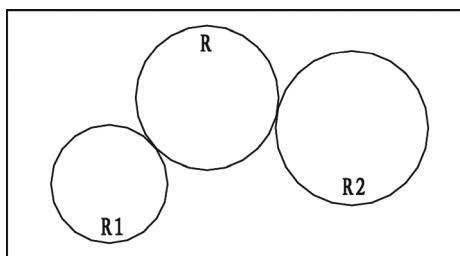
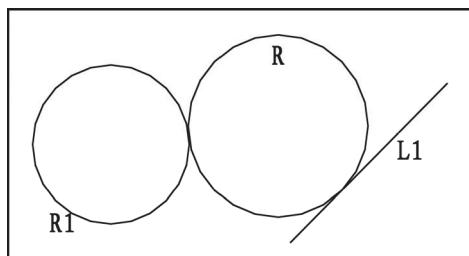

图 2-42 相切圆示例 1
图 2-43 相切圆示例 2
2) 绘制如图 2-42 和图 2-43 所示的“相切、相切、半径”图形。
- ① 输入“相切、相切、半径”命令，依次选取 R1、R2 对象，指定 R 半径后，完成图 2-43 的绘制。